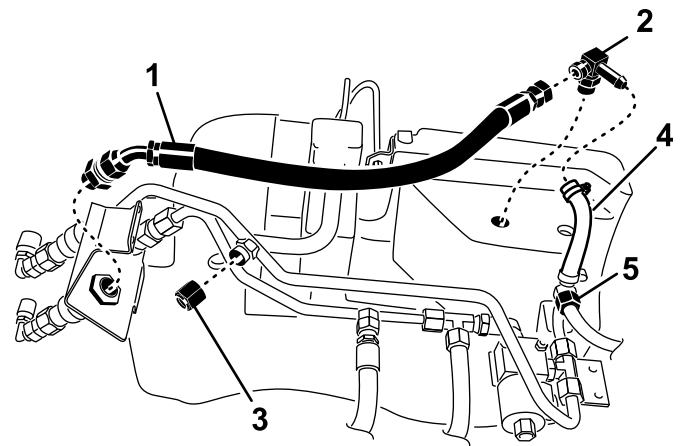

Bild 9
4. Setzen Sie das neue kleine T-Anschlussstück in den Hydraulikbehälter ein. Positionieren Sie das Anschlussstück, wie in Bild 9 dargestellt.
5. Schließen Sie den neuen kleinen geformten Schlauch mit den vorher entfernten Klemmen am neuen T-Anschlussstück und dem kleinen Hydraulikschlauch an (Bild 9).
6. Setzen Sie den Hydraulikdeckel auf den Anschluss der Hydraulikleitung (Bild 9).
7. Befestigen Sie den neuen Hydraulikschlauch lose am Kupplungsanschlusstück und am kleinen T-Anschlussstück (Bild 9).